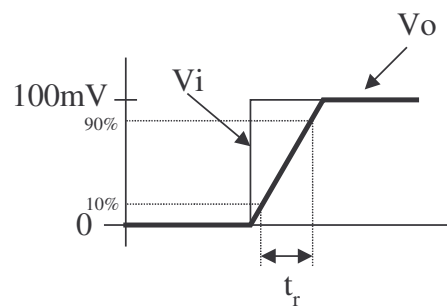

Figura 12. Definició de *rise time* (t_r).
La figura 12, mostra com es defineix el temps de pujada o *rise time* d'un amplificador operacional.
8.2.- Seguint la definició mostrada a la figura 12, determinau aquesta característica i compareu amb els valors proporcionats pel fabricant (veure fulls de característiques). A la figura 12 es considera un esglaó d'amplitud 100mV. De fet s'hauria d'emprar una entrada de 20mV (segons ho fa el fabricant), però degut a limitacions bé de l'oscil·loscopi, bé del generador de senyals, emprem una amplitud de 100mV aproximadament.